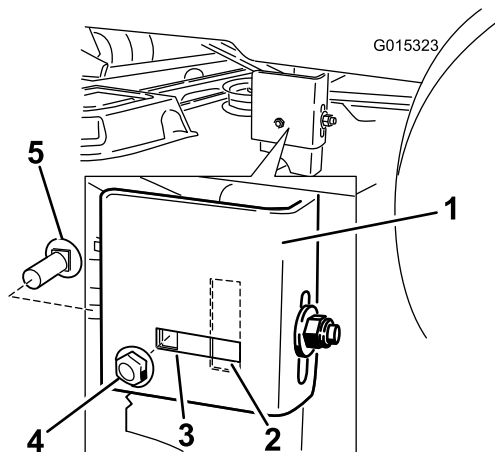

Figura 49
- Vaya al lado izquierdo de la máquina. Compruebe si el perno de cuello cuadrado lateral está en la posición fija o ranurada (Figura 49).
- Si el perno de cuello cuadrado lateral está en la posición fija, retire el perno de cuello cuadrado lateral y la tuerca de bloqueo lateral de la posición fija, e instáloselos en la posición de ajuste ranurada (Figura 49).